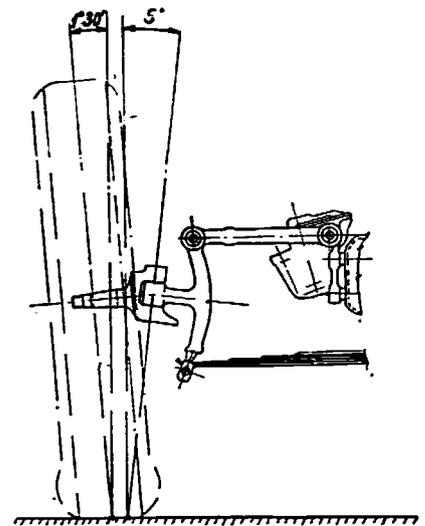

Abb. 2. Sturz des Vorderrades und Spreizung des Achsschenkels
- b) Radsturz: Unter Radsturz versteht man die Querneigung der Vorderräder, also den Winkel, den die Mittelebene des Rades und die senkrechte Ebene einschließen; mit anderen Worten: die Vorderräder sind von der Längsachse des Wagens nach außen geneigt. (Abb. 2)
errichtet denkt. Dies bedeutet praktisch, daß die Achsschenkelbolzen mit ihrem Oberteil in Richtung nach innen zur Längsachse des Wagens geneigt sind (Abb. 2).